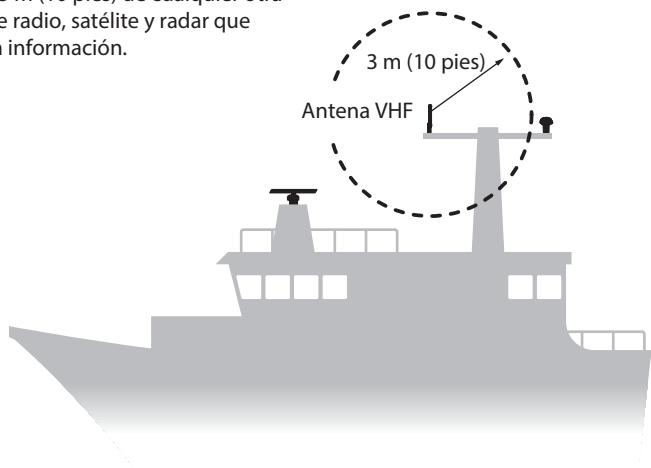

Figura 9 Ubicación de la antena de VHF
- Lo ideal sería que la antena de VHF de AIS se monte justo encima o debajo de la antena de radiotelefonía VHF principal de la embarcación, sin separación horizontal y con un mínimo de 2 m (6,6 pies) de separación vertical. Consulte la Figura 9 para obtener instrucciones.